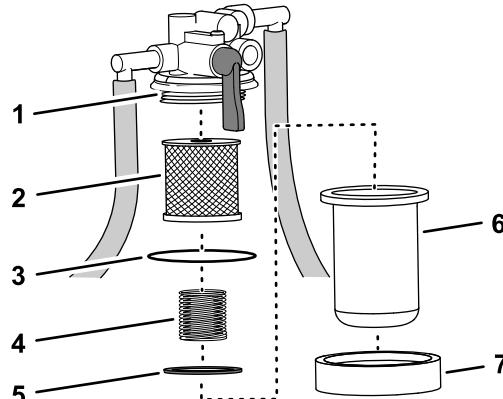

Figura 71
3. Posizionate una bacinella di spurgo sotto il pozzetto del filtro del carburante, rimuovete il dado del pozzetto, quindi rimuovete il pozzetto dalla testa del filtro (Figura 71).
2. Montate la cartuccia del filtro sulla testa del filtro; fate riferimento alla Figura 71 in Rimozione della cartuccia del filtro (pagina 56).
3. Montate la molla e il galleggiante nel pozzetto del filtro del carburante; fate riferimento alla Figura 71 in Rimozione della cartuccia del filtro (pagina 56).
4. Montate il pozzetto del filtro e il suo dado sulla testa del filtro, quindi serrate il dado manualmente; fate riferimento alla Figura 71 in Rimozione della cartuccia del filtro (pagina 56).